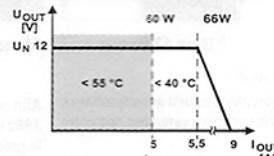

Fig. 5
5. Output (②, Fig. 5)
5. Sortie (②, Fig. 5)
Intensité de sortie. (Se référer à la Figure 5).